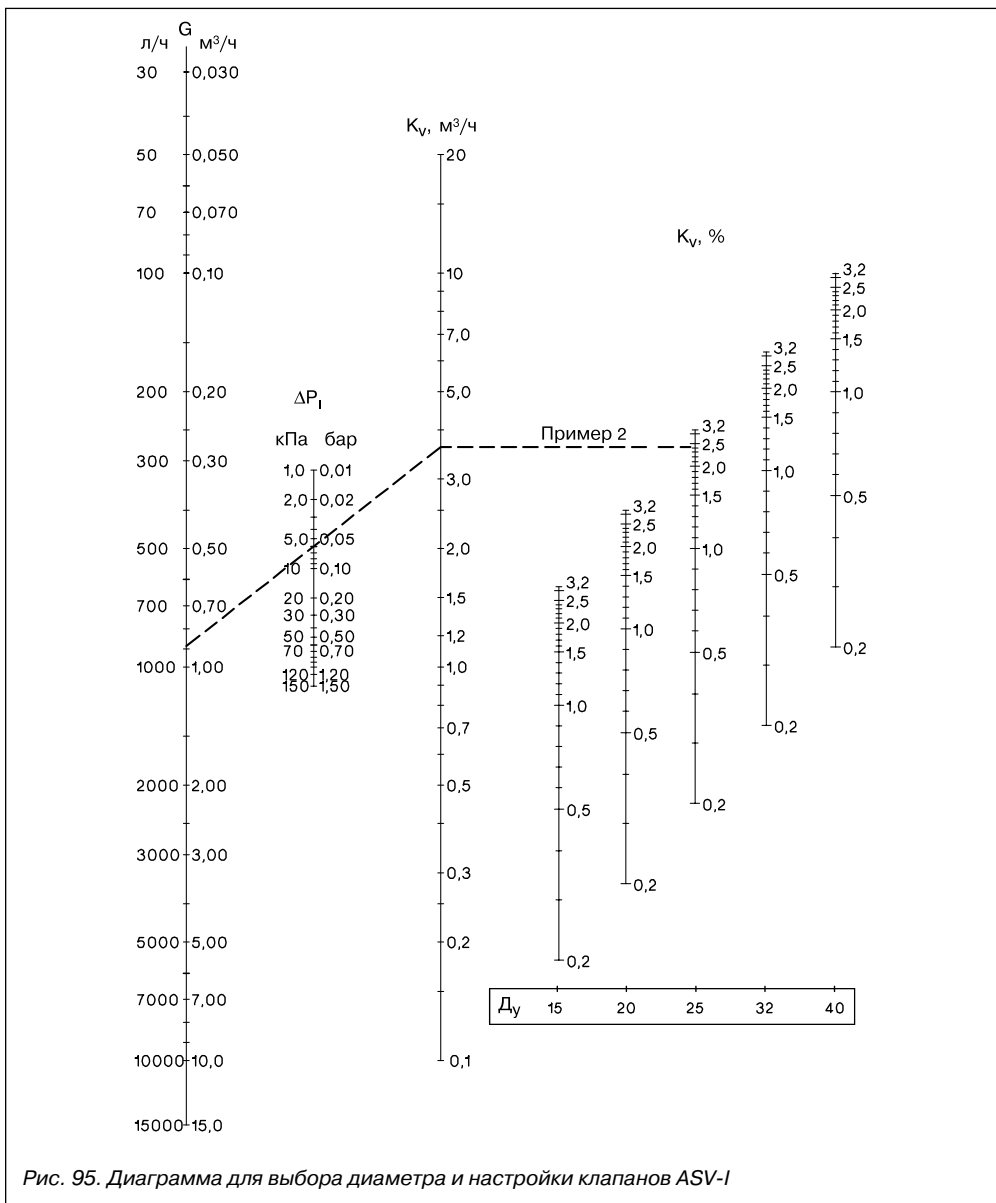

Рис. 95. Диаграмма для выбора диаметра и настройки клапанов ASV-I
3. По диаграмме (рис. 95) находится настройка клапана ASV-I $D_y = 25 \text{ мм}$ – 2,4 оборота штока. Настройку можно определить по номограмме без вычисления K_v . Для этого соединяем точки расхода $0,88 \text{ м}^3/\text{ч}$ на шкале G с точкой $0,06 \text{ бар}$ на шкале ΔP_I . Затем, продлив линию, соединяющую данные точки, на шкале K_v находим требуемое значение пропускной способности – $3,6 \text{ м}^3/\text{ч}$. Далее проводим горизонтальную линию до вертикальной шкалы настроек клапана $D_y = 25 \text{ мм}$, где находим значение настройки.
Запорно-балансировочный клапан ASV-I снабжен двумя цанговыми ниппелями для измерения перепада давлений на нем с помощью специального прибора фирмы Danfoss типа PFM 3000 (см. стр. 93) или ему подобных. Прибор подключается к ниппелям клапана с использованием штатных шлангов с быстроразъемными соединениями. После присоединения шлангов вентили ниппелей открываются поворотом их на ½ оборота против часовой стрелки 8-мм гаечным ключом. По измеренному перепаду давлений на полностью открытом клапане известного диаметра по диаграмме, представленной на рис. 95, можно определить фактический расход среды в трубопроводе системы. После проведения измерений вентили